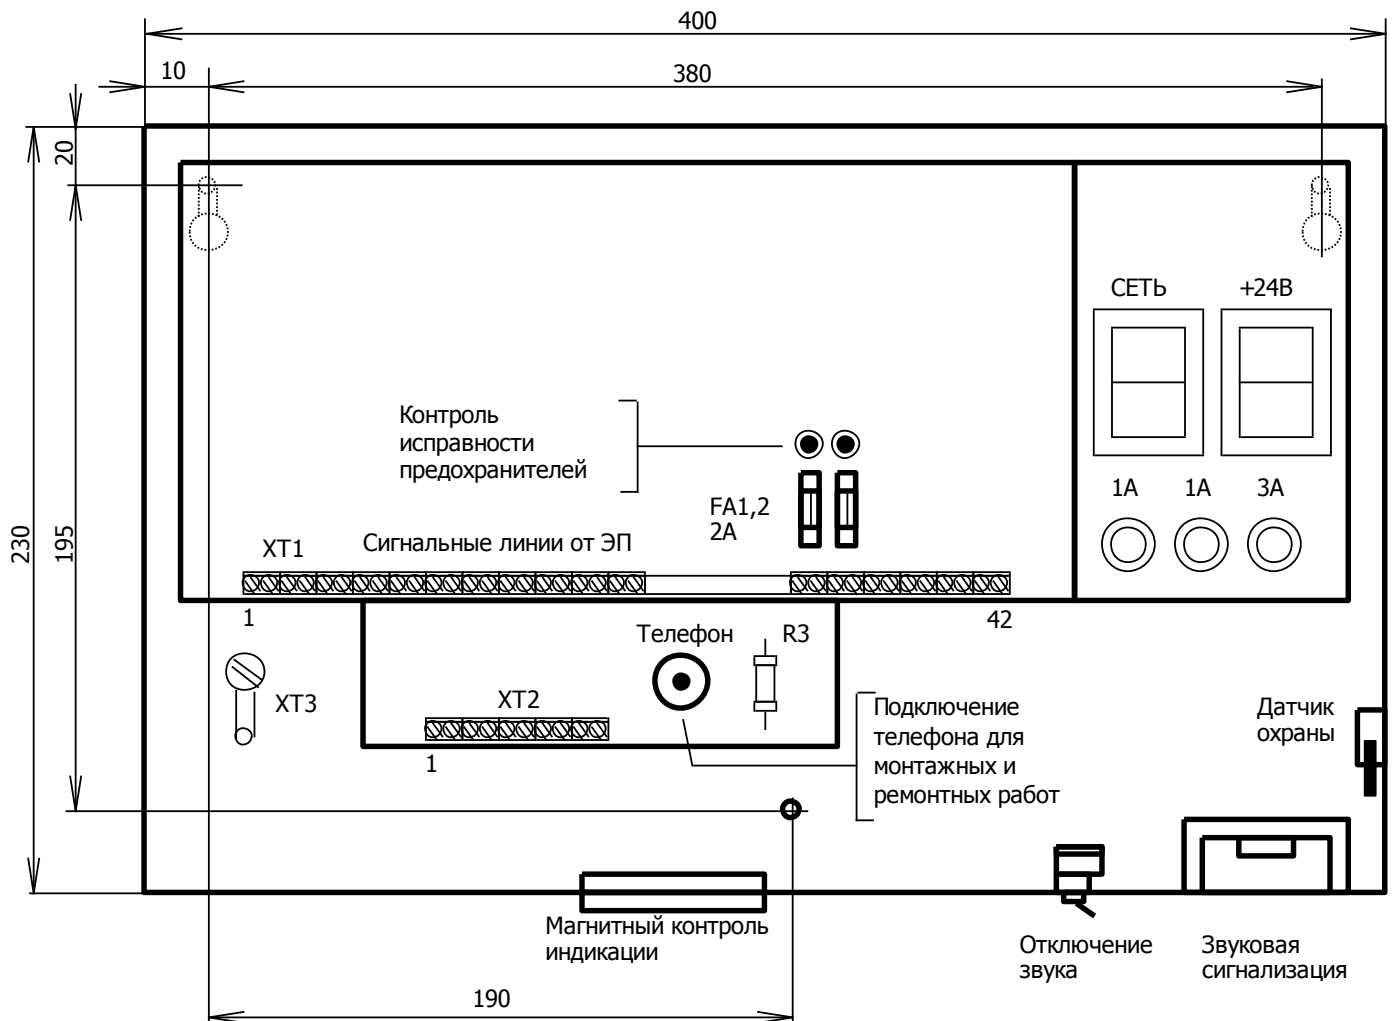

Рис. 6.1. Установочные и габаритные размеры ЦП
Внутри корпуса установлены следующие элементы (см. Рис.6.1):
6.1. Установку прибора ЦП производить на стене при помощи трех шурупов ($d=3-3,5$ мм). Разметка для крепления ЦП показана на рис.6.1.